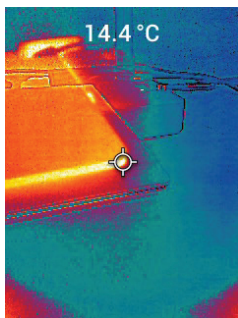

Рисунок 5.1 Комбинированное тепловое и видимое изображение (MSX®)
6. Показание температуры на дисплее представляет собой измерение в целевой точке. См. **рис. 5.1**.